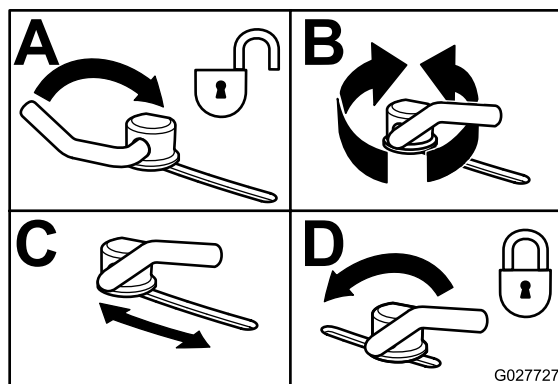

Figura 35
3. Para ajustar los bloqueos de leva, levante la palanca para aflojar el bloqueo de leva (Figura 35).
5. Devuelva la palanca a su posición original para apretar el deflector y los bloqueos de leva (Figura 35).